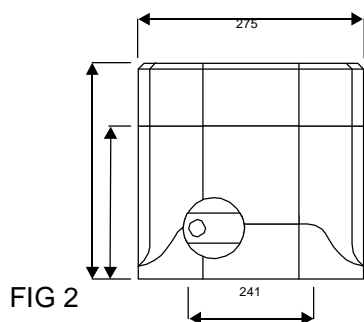

FIG 2
- 3.1 - Posicionar el motor en la base de fijación (FIG 2), y fijar con tornillos adecuados, utilizando los 4 agujeros de las extremidades del chasis del motor.